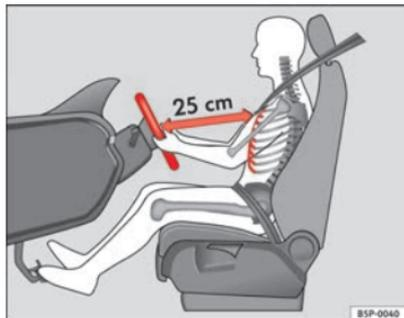
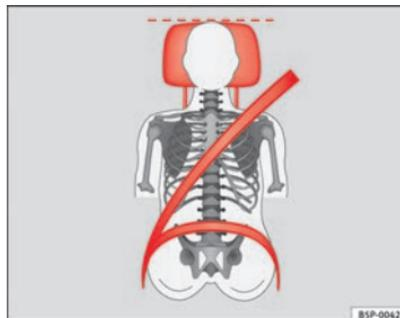

Fig. 28 La distanza corretta tra il conducente e il volante
Fig. 29 Nastro della cintura e poggiatesta posizionati correttamente.
- Regolare il volante in modo che resti uno spazio di minimo 25 cm dal torace ⇒ fig. 28 e che sia possibile prendere il volante lateralmente dal lato esterno con entrambe le mani e le braccia leggermente piegate.
- Regolare il sedile del conducente longitudinalmente in modo da poter premere a fondo i pedali con le gambe leggermente piegate e che le ginocchia restino come minimo a 10 cm dalla plancia ⇒ **fig. 28.**
- Regolare il poggiatesta portando il suo bordo superiore alla stessa altezza della parte superiore della testa, in nessun caso mai sotto l'altezza degli occhi. Tenere la nuca il più vicino possibile al poggiatesta ⇒ **fig. 28 e fig. 29.**
Regolare la distanza tra il conducente e il volante ⇒ fig. 28 con l'aiuto dei comandi situati nel sedile del conducente ⇒ pagina 51.